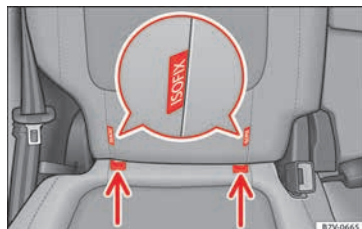

Abb. 38 Version 2: Kennzeichnung der unteren Kindersitzverankerungspunkte am Fahrzeugsitz.
- Kindersitz in Pfeilrichtung auf die Halteösen » **Abb. 38** stecken. Kindersitz muss sicher und hörbar einrasten.
- Kindersitz auf die Sitzfläche stellen und die Haken der Befestigungsgurte in die Halteösen einhängen »» **Abb. 38**.